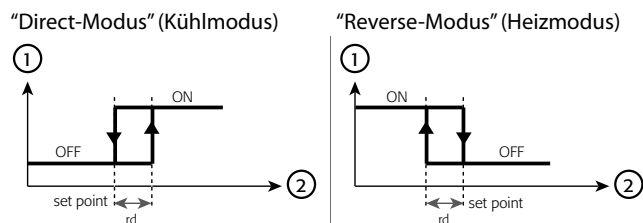

Fig. 4.a
- r3=0: Direct mit Abtauung. Ermöglicht die Verdichteranforderung, sobald die vom Fühler 1 gemessene Temperatur über den Sollwert steigt. Dieser Modus sieht auch die Abtauung vor ("Kühlmodus" genannt, siehe Fig. 4.a).
- r3=1: Direct ohne Abtauung (Fig. 4.a).
- r3=2: Reverse ohne Abtauung (Fig. 4.a). Ermöglicht die Verdichteranforderung, sobald die vom Fühler 1 gemessene Temperatur unter den Sollwert sinkt. Dieser Modus sieht KEINE Abtauung vor ("Heizmodus" genannt, siehe Fig. 4.a).